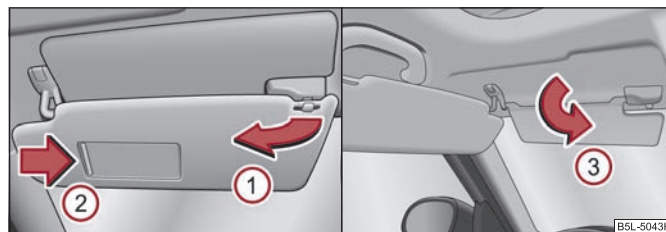

Fig. 49 Parasolarele: Rabatarea / parasolarul dublu: Rabatarea
Parasolarul șoferului și cel al pasagerului din față pot fi scoase din suporturi și îndreptate către portiere (1) ⇒ fig. 49.
La autovehiculele echipate cu parasolare duble*, după deschiderea parasolarului, se poate rabata și parasolarul ajutor în poziția (3) ⇒ fig. 49.